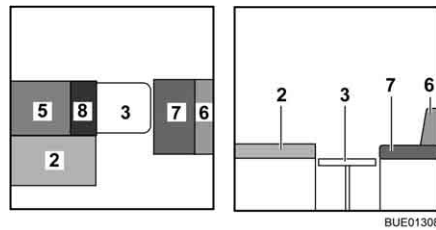

Bild 134 Während des Umbaus
- Das Zusatzpolster (Bild 134,8) auf den Tisch legen.